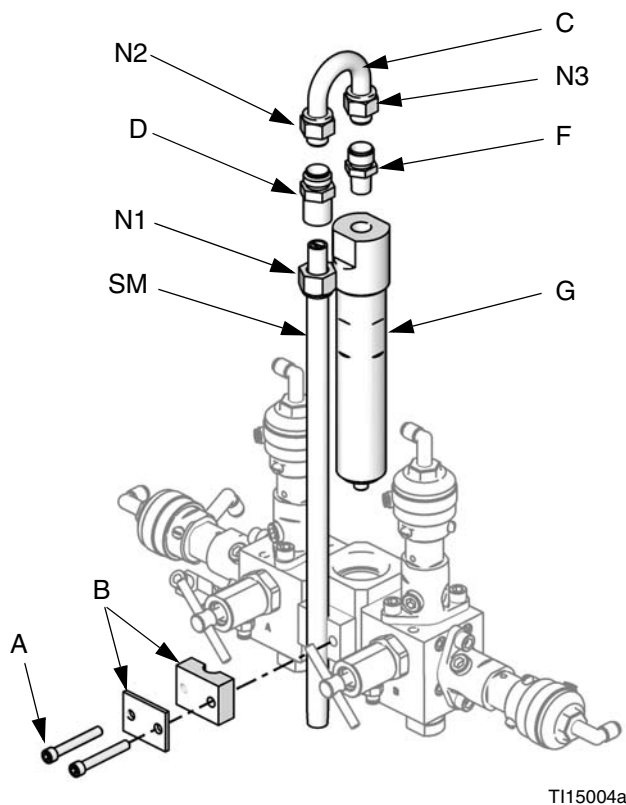

FIG. 8 : démontage de l'intégrateur et du mélangeur statique
1. Retirez les vis (A) et l'ensemble du support du mélangeur statique (B). Consultez FIG. 8.
2. Desserrez l'écrou (N1) du mélangeur statique. Retirez et conservez le mélangeur statique (MS).
3. Desserrez les écrous (N2 et N3) du tuyau en U. Jetez le tuyau en U (C) et le raccord (D) du mélangeur statique.
4. Retirez et conservez le raccord (F) 1/4 npt(m). Retirez l'intégrateur (G) et jetez-le.